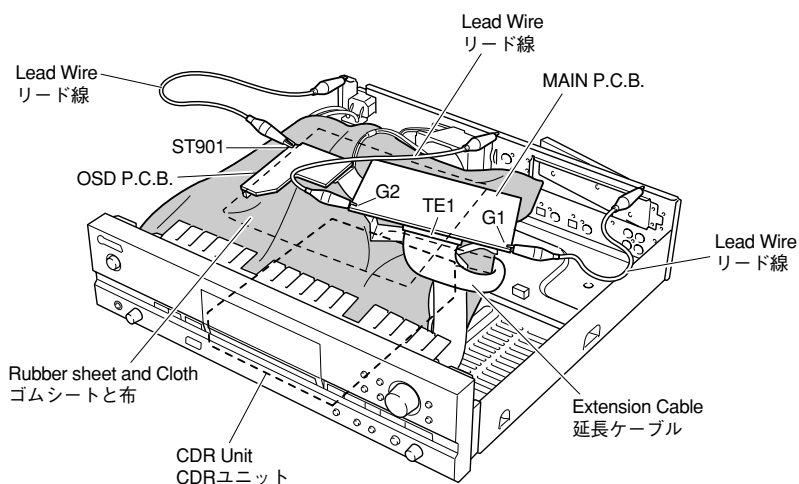

Fig. 21
- n. Using an extension cable, connect TE1 of the MAIN P.C.B. and the CDR Unit. (Fig. 21)
- o. Connect ST901 of the OSD P.C.B. and the rear panel with lead wires or the like for grounding. (Fig. 21)
- p. Connect G1 and G2 of the MAIN P.C.B. and the chassis with a lead wire or the like for grounding. (Fig. 21)
- o. MAIN P.C.B.のTE1とCDRユニット間をサービス用延長ケーブルで接続します。(Fig. 21)
- p. OSD P.C.B.のST901とリアパネルをリード線等でGND接続します。(Fig. 21)
- q. MAIN P.C.B.のG1、G2とシャーシをリード線等でGND接続します。(Fig. 21)